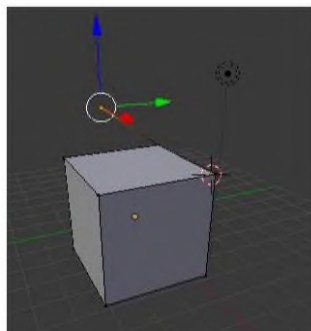

Рис. 2– Экструдирование вершины
Для этого следует выбрать соответствующий режим, выделить вершину и включить инструмент экструдирования. Местоположение новой вершины можно отрегулировать с помощью мыши. Вместе с новой вершиной, появится и еще одно ребро, связывающее эту вершину с исходной (Рис. 2)
8. Для второй пары исходных объектов создайте объединение объектов (рис. 2, б), для третьей пары – разность Куб – Сфера (рис. 2, в). Используйте для этого оставшиеся способы действия модификатора Union (Объединение), Difference (Разность) из списка Operation.